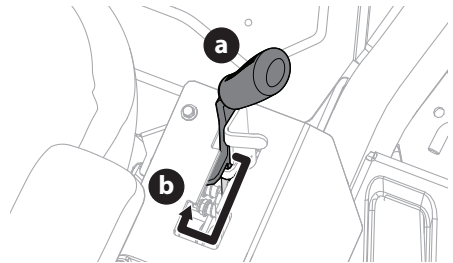

Figura 26
2. Active el freno de mano colocando los pedales de control de la transmisión en punto muerto, empujando la palanca del freno de mano hacia la derecha fuera de la posición “apagado” (a) y tirando de la palanca hacia atrás hasta que se bloquee en la posición “encendido” (b) (Figura 26).